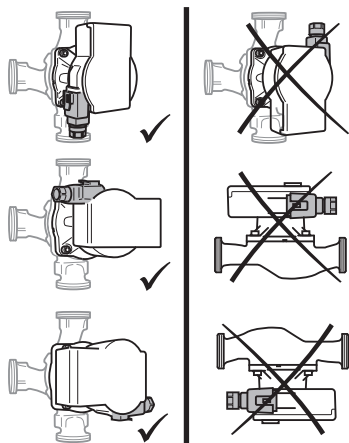

Fig. 2: Inbouwposities
- Inbouwplaats uitkiezen in overeenstemming met de toegestane inbouwpositie (Fig. 2).
- Toegestane inbouwpositie (Fig. 2) van de pomp in acht nemen, indien nodig motorkop (2+6) draaien.
- Motorkop (2+6) vasthouden en 4 schroeven van de behuizing (5) eruit schroeven.
- Toegestane inbouwpositie (Fig. 2) en stroomrichtingspijl op het pomphuis (1) in acht nemen.
- 4 schroeven van de behuizing (5) vastschroeven.